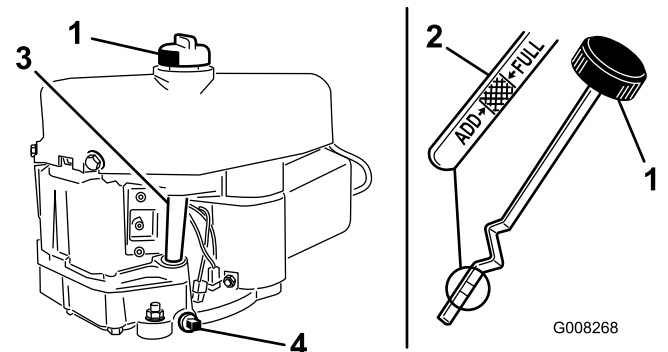

Figura 24
7. Limpie alrededor de la varilla (Figura 24) para impedir que caiga suciedad por el orificio de llenado y cause daños en el motor.
8. Desenrosque la varilla y limpie el extremo metálico (Figura 24).
9. Enrosque la varilla de aceite a fondo en el tubo de llenado (Figura 24).
9. Retire el tapón de vaciado de aceite para que se vacíe el aceite (Figura 24).
11. Limpie alrededor de la varilla y desenrosque el tapón (Figura 24).
12. Vierta lentamente aproximadamente un 80% del aceite de motor por el tubo de llenado (Figura 24).